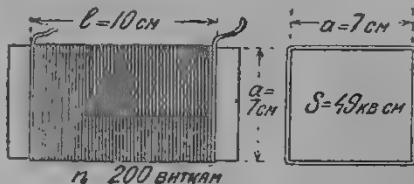

Рис. 4. К расчету самоиндукции квадратной катушки.
2) Дана катушка квадратного сечения (см. рис. 4). Число витков $n = 200$. Длина намотки, витая ими, $l = 10$ см., сторона катушки $a = 7$ см.